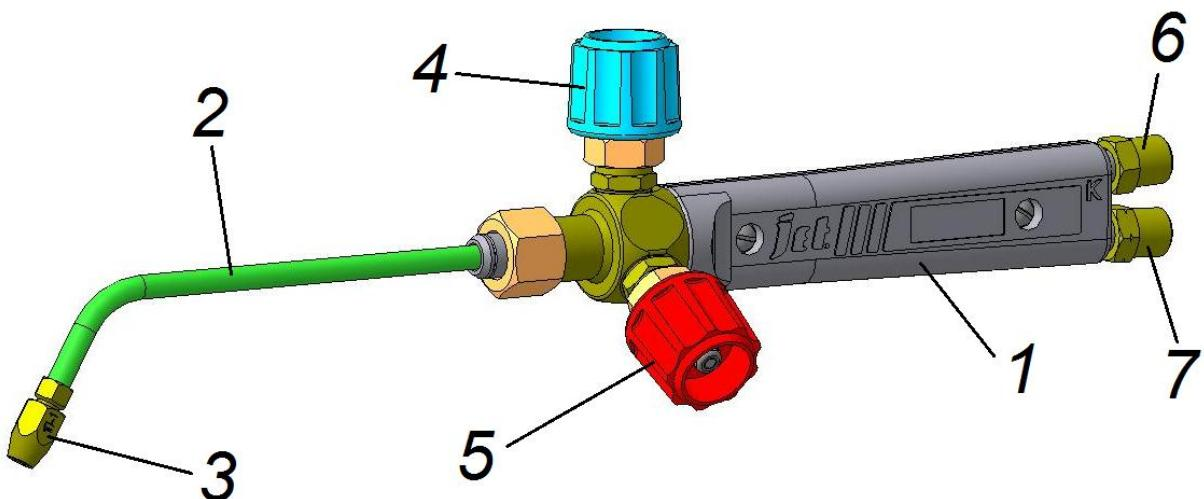

Рис.1 Горелка Г2; Г2У ДЖЕТ 117
4.1 Горелка см. рис.1 состоит из ствола 1, наконечника 2, присоединяемых к стволу накидной гайкой. Наконечник состоит из смесителя, со съемным инжектором, трубы и сменного мундштука 3. Ствол горелки имеет регулировочные клапаны кислорода 4 и горючего газа 5 и присоединительные штуцеры кислорода 6 и горючего газа 7.